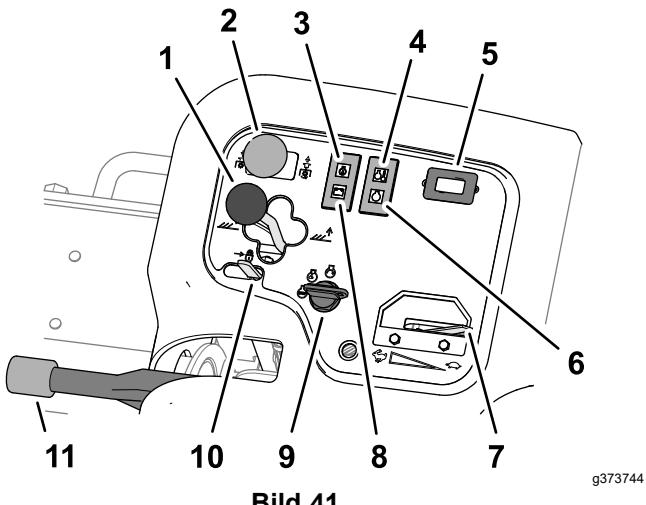

Bild 41
Der Mähwerk-Antriebsschalter (Bild 41) hat 2 Stellungen: AKTIVIERT und DEAKTIVIERT. Der Kippschalter aktiviert eine Stromspule im Ventilverteiler, der die Mähwerke aktiviert.
Die Öldruck-Warnlampe (Bild 41) leuchtet auf, wenn der Öldruck unter ein sicheres Niveau abfällt.
Die Temperaturwarnlampe (Bild 41) leuchtet auf, wenn die Motorkühlmittel-Temperatur zu hoch ist. Bei dieser Temperatur schalten die Mähwerke ab. Wenn die Kühlmitteltemperatur um weitere 5,5 °C ansteigt, wird der Motor abgeschaltet, um eine weitere Beschädigung zu vermeiden.
Der Betriebsstundenzähler (Bild 41) zeigt die Stunden an, die der Motor gelaufen hat. Der Betriebsstundenzähler beginnt zu laufen, sobald der Zündschlüssel auf „Ein“ gedreht wird.
Die Glühkerzenlampe (Bild 41) leuchtet, wenn die Glühkerzen eingeschaltet sind.
Bewegen Sie die Gasbedienung (Bild 41) nach vorne, um die Motordrehzahl zu erhöhen und nach hinten, um die Drehzahl zu reduzieren.
Die Lichtmaschinenlampe (Bild 41) schaltet sich aus, wenn der Motor läuft. Wenn die Lichtmaschinenlampe aufleuchtet, während der Motor läuft, überprüfen Sie das Ladesystem und reparieren Sie es gegebenenfalls.
Verwenden Sie den Zündschalter (Bild 41), um den Motor und die Beleuchtung einzuschalten. Der Zündschalter hat drei Stellungen:
- Um die Mähwerke auf den Boden abzusenken, schieben Sie den Mähwerk-Ganghebel nach vorne in die ABSSENKEN-Stellung (Bild 41).
Bewegen Sie den Hubhebelriegel (Bild 41) nach hinten, um das Absinken der Mähwerke zu verhindern.
Wenn Sie den Motor abstellen, aktivieren Sie die Feststellbremse (Bild 41), sodass sich die Maschine nicht aus Versehen bewegt. Um die Feststellbremse zu aktivieren, ziehen Sie den Hebel nach oben; drücken Sie den Hebel nach unten, um die Bremse zu lösen.